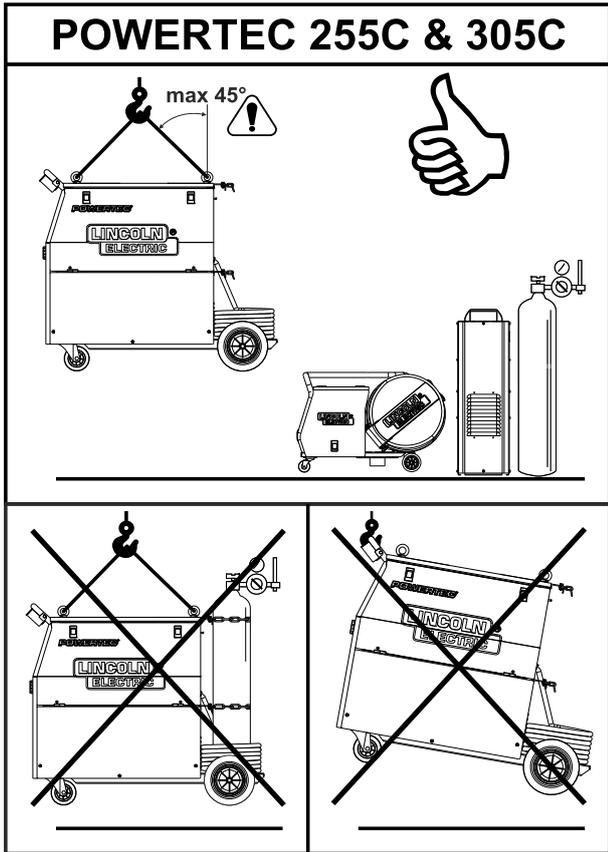

Figura 21.
Para transportar y levantar de manera segura la POWERTEC 255C y 305C, vea la figura 21:
- Atornille un cáncamo de elevación y aplique una carga axial a 45 grados, como muestra la figura 21.